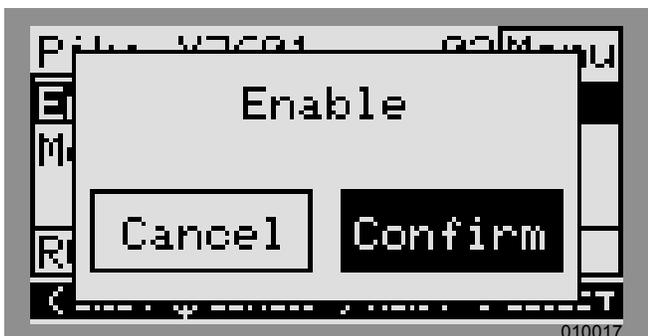

Figura 6-8. Activación del inversor (3 de 4)
- Consulte la Figura 6-8. Presione la flecha hacia la derecha y el botón central para Confirmar.